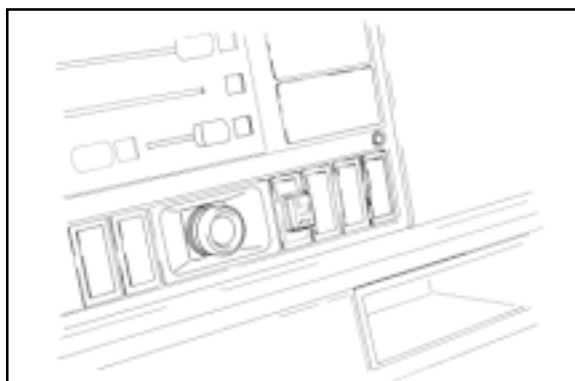

fig.23 Piloto de control / Interruptor pulsador de comprobación
- Montar el interruptor pulsador de comprobación con piloto de control (fig. 23) en un lugar bien visible y de fácil acceso en el salpicadero.